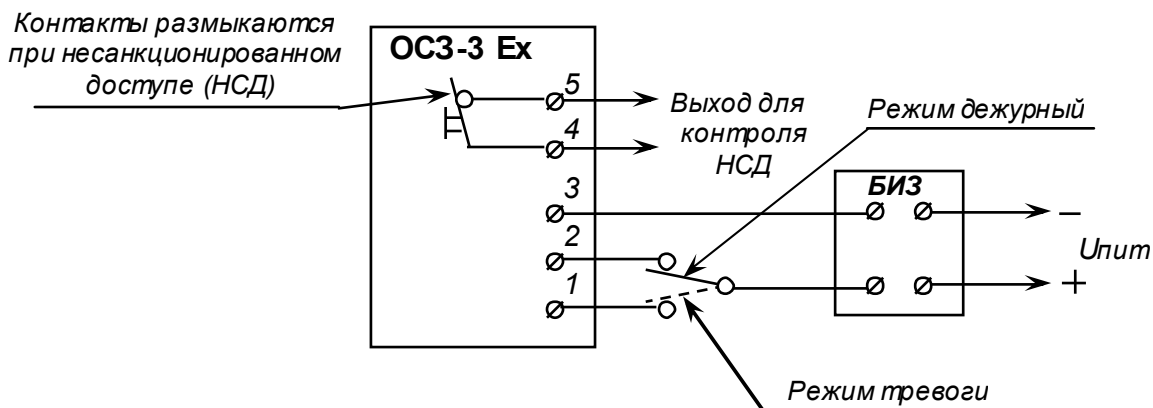

Рис.4 Пример подключения оповещателя во взрывозащищенном исполнении ОСЗ-3 Ех
- 5.5 Оповещатели ОСЗ-3 Ех подключайте по схеме, приведенной на рис. 4.